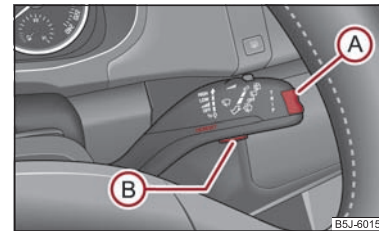

Abb. 19 Multifunktionsanzeige: Bedienelemente
Das Umschalten der Speicher erfolgt mit der Taste **(B)** ⇒ Abb. 19 am Scheibenwischerhebel.
Die Wipptaste **(A)** und die Taste **(B)** befinden sich am Scheibenwischerhebel ⇒ Abb. 19.
Sinkt die Außentemperatur unter +4 °C, erscheint vor der Temperaturanzeige ein Schneeflockensymbol (Warnsignal für Glatteis), das 10 Sekunden blinkt und anschließend zusammen mit der Außentemperatur stehen bleibt. Gleichzeitig ertönt ein akustisches Signal. Nach dem Drücken der Wipptaste **(A)** am Scheibenwischerhebel ⇒ Seite 19, Abb. 19 wird die Funktion dargestellt, die zuletzt angezeigt wurde.
Im Display erscheint die Fahrzeit, die seit dem letzten Löschen des Speichers vergangen ist ⇒ Seite 19. Wenn Sie die Fahrzeit ab einem bestimmten Zeitpunkt zählen möchten, so löschen Sie den Speicher zu diesem Zeitpunkt durch Drücken der Taste **(B)** ⇒ Seite 19, Abb. 19.
Wenn Sie den durchschnittlichen Kraftstoffverbrauch für einen bestimmten Zeitraum ermitteln wollen, müssen Sie den Speicher bei neuem Messbeginn mit der Taste **(B)** am Scheibenwischerhebel ⇒ Seite 19, Abb. 19 löschen. Nach dem Löschen erscheinen im Display auf den ersten ca. 300 m Fahrstrecke Striche.
Im Display erscheint die zurückgelegte Fahrstrecke, die seit dem letzten Löschen des Speichers ⇒ Seite 19 vergangen ist. Wenn Sie die zurückgelegte Fahrstrecke auf einem bestimmten Zeitpunkt zählen möchten, so löschen Sie den Speicher zu diesem Zeitpunkt durch Drücken der Taste **(B)** am Scheibenwischerhebel ⇒ Seite 19, Abb. 19.
Im Display wird die durchschnittliche Geschwindigkeit in km/h seit dem letzten Löschen des Speichers angezeigt ⇒ Seite 19. Wenn Sie die durchschnittliche Geschwindigkeit für einen bestimmten Zeitraum ermitteln wollen, müssen Sie den Speicher bei neuem Messbeginn durch Drücken der Taste **(B)** am Scheibenwischerhebel ⇒ Seite 19, Abb. 19 löschen.
- Mit der Taste **(A)** ⇒ Seite 19, Abb. 19 wählen Sie den Menüpunkt **Warnung bei Geschwindigkeitsüberschreitung**.